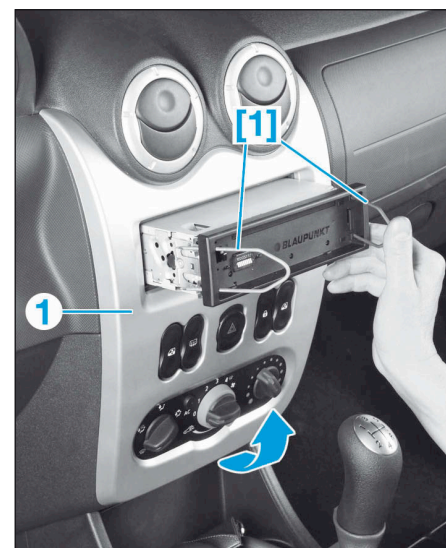

FIG.11
[1]. Outil de dépose de l'autoradio (référence : Ms. 1821) (Fig.11).
- Déposer l'autoradio à l'aide des outils [1] puis débrancher les connecteurs (Fig.11).
- Dégrafer la garniture de façade centrale (1), en commençant par le bas puis débrancher ses connecteurs.